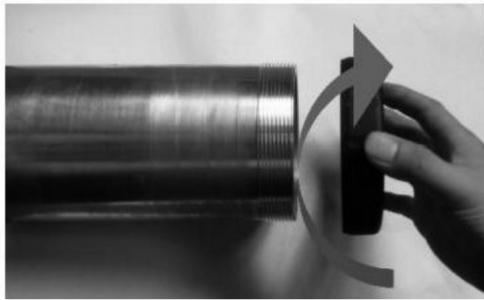

Abb. 3
4.1.1 Rammsockelhalter montieren oder wechseln, entsprechendes Zubehör auswählen Halter entsprechend den Größen der Pfähle von 45mm×55mm×88mm, wie es ist wie in Abb. 3 dargestellt.